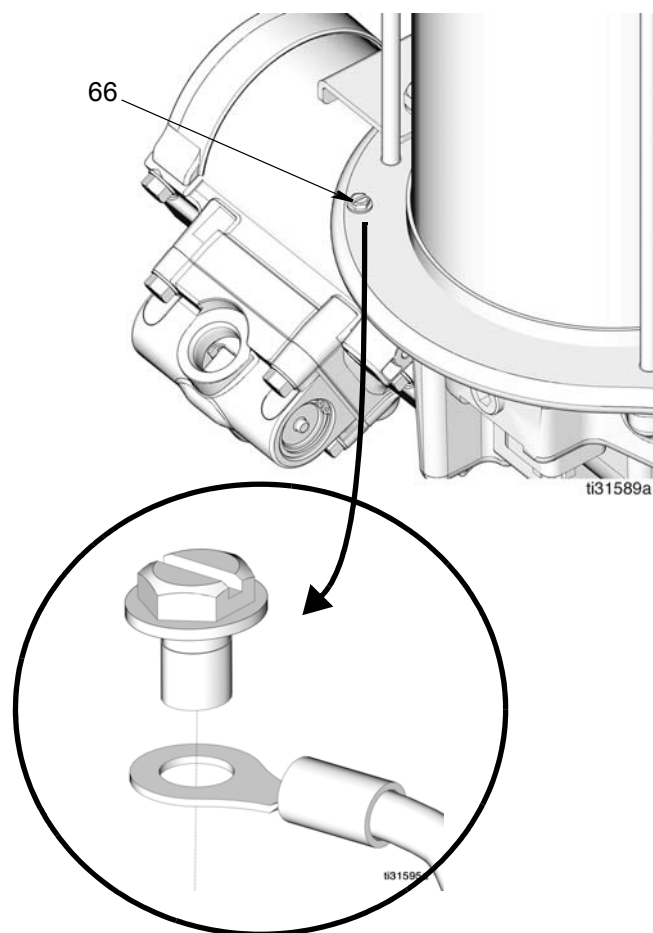

FIG. 3
Installer le fil de terre à la vis de mise à la terre (66) comme illustré à FIG. 3.